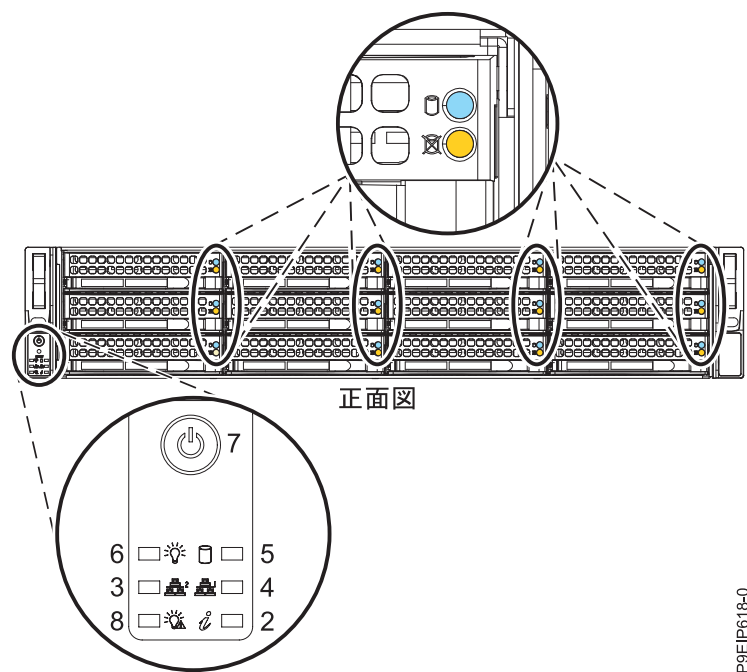

図 66. 5104-22C、9006-22C、または 9006-22P の電源スイッチ
2. 電源ボタン (7) を押します (111 ページの図 66 を参照)。スイッチは 0.5 秒から 3 秒間押す必要があります。